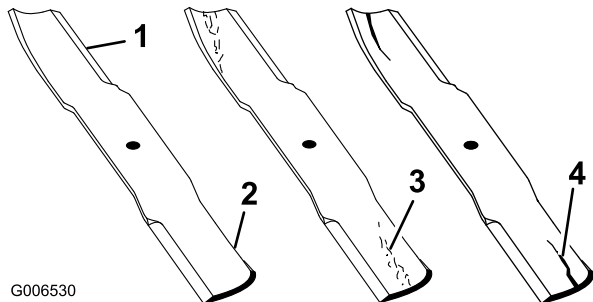

Figure 42
1. Examinez le tranchant des lames (Figure 42).
2. Inspectez les lames, surtout la partie relevée (Figure 42).
**Remarque:** Remplacez immédiatement toute lame endommagée, usée ou qui présente une entaille (repère 3 de la Figure 42).